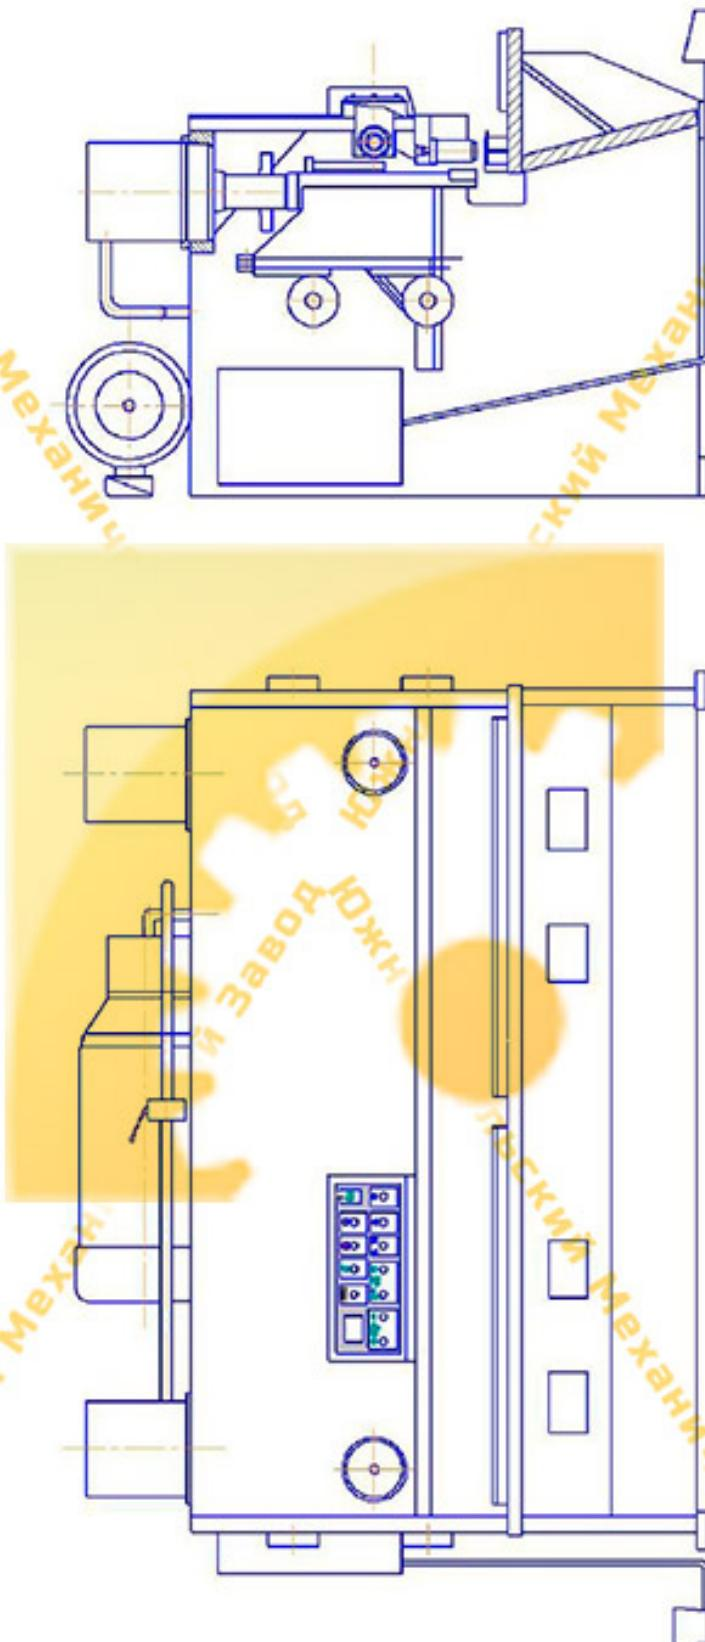

Рис. 1 Общий вид.
Ножницы гидравлические листовые с наклонным ножом модели (рис.1) предназначены для резки листового материала с $\sigma \leq 50 \text{ кГс/мм}^2$.
1.1. Общий вид (Рис. 1).